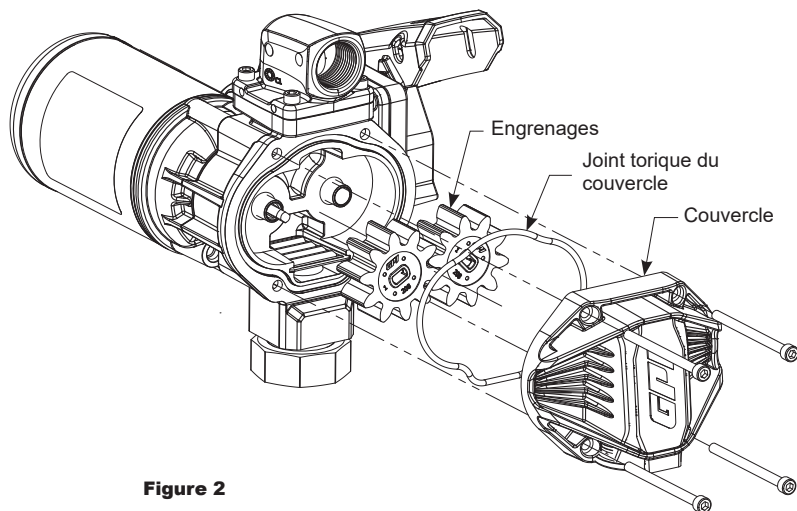

Figure 2
2. À l'aide d'une clé hexagonale de 5mm, enlevez le couvercle des engrenages et le joint torique (voir Figure 2).